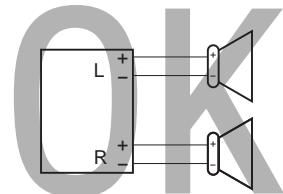

Fig. 3
Pas de bedrading van de speakers aan, zodat u het apparaat met de speakers kunt verbinden, zoals staat afgebeeld in Fig. 3.
- Als de bedrading van de speakers eruitziet zoals staat afgebeeld in Fig. 3, kunt u het apparaat aansluiten met behulp van de oorspronkelijke speakerbedrading in uw auto.**
Vuelva a efectuar el conexionado de altavoz de manera que pueda conectar la unidad a los altavoces de la manera indicada en la Fig. 3.
- Si el conexionado de altavoz de su automóvil es como se indica en la Fig. 3, podrá conectar la unidad utilizando el conexionado de altavoz original de su automóvil.**
Rifare il cablaggio delle casse in modo d poter collegare l'apparecchio alle casse come illustrato nella Fig. 3.
- Se il cablaggio delle casse sulla vettura risulta come illustrato in Fig. 3, si può collegare l'apparecchio usando il cablaggio per casse originale presente in vettura.**